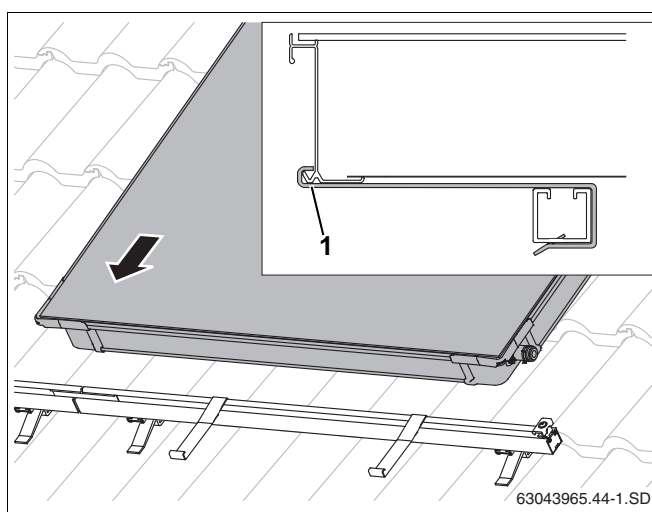

Fig. 43 Montering af første solfanger på profils Skinner
- ▶ Læg den første solfanger på profils Skinnerne, og lad den glide ind i nedskridningssikringerne (fig. 43).
Den nederste solfangerkant skal ligge i nedskridningssikringens åbning (fig. 43, **pos. 1**).